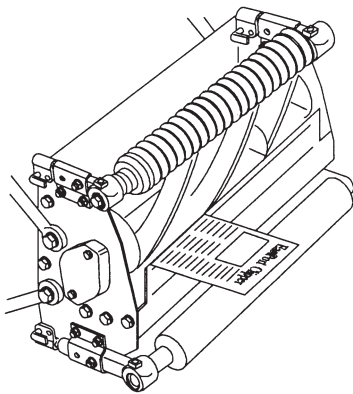

Bild 4
2. Stellen Sie das Schneidwerk, wie es in Bild 4 dargestellt wird. Stellen Sie das Schneidwerk nicht auf die Untermessereinstellung, sonst verändert sich der Spindel:Untermesser-Abstand. Legen Sie einen Klotz unter das runde Querrohr, damit die Einstellschraube über der Oberfläche gehalten wird.
4. Stecken Sie an einem Ende des Untermessers einen langen Streifen trockenes Zeitungspapier zwischen die Spindel und das Untermesser (Bild 4) und drehen die Spindel per Hand. Das Papier muss sauber geschnitten werden. Wiederholen Sie diesen Vorgang am anderen Spindelende. Ziehen Sie, wenn das Papier nicht sauber geschnitten wird, die Untermesser-